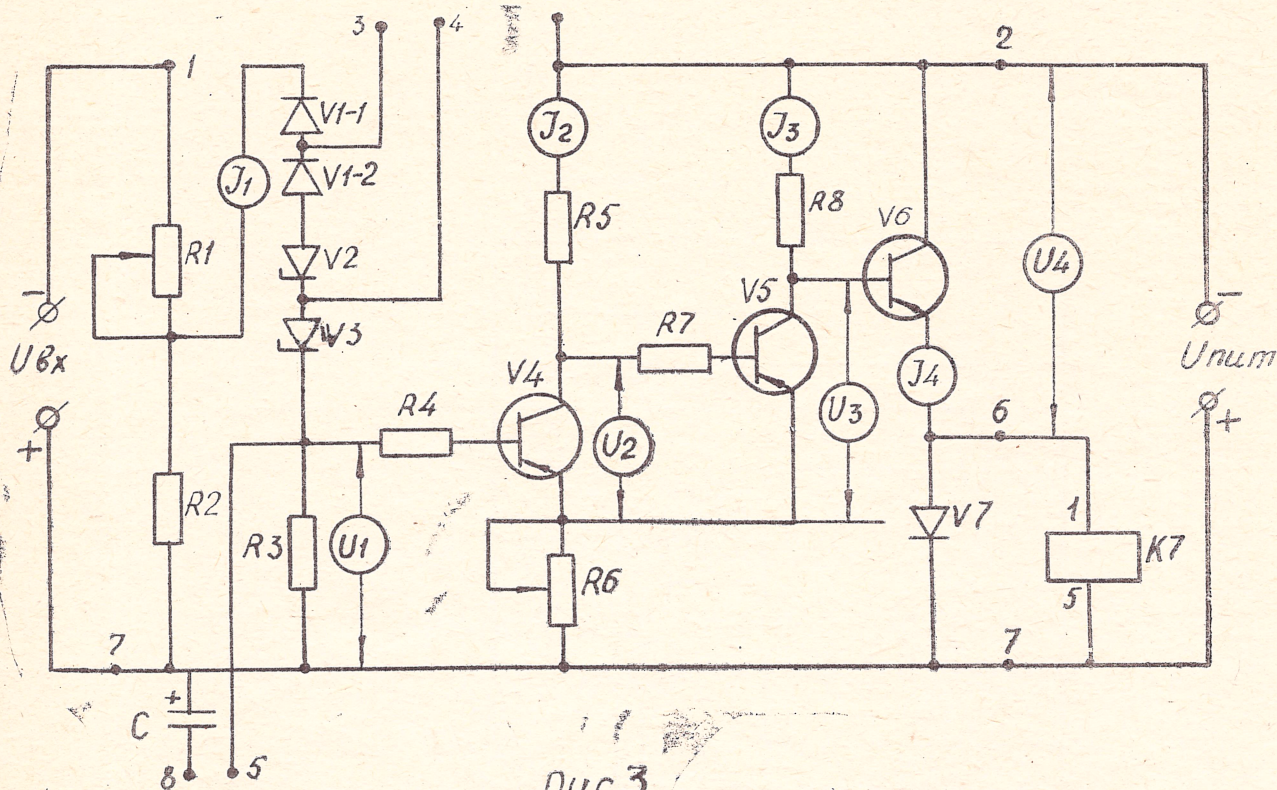

Рис. 3
7.2.2. Подключите обмотку исполнительного реле РКН РС4.500.222П2 к лепесткам 6 и 7 платы (рис. 3).